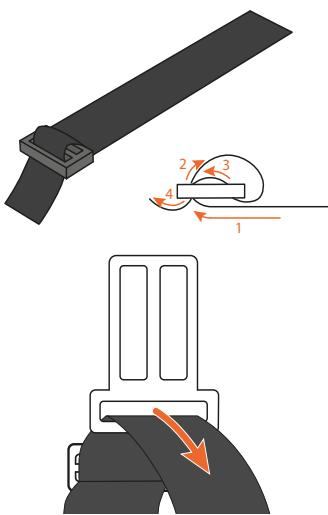

Abbildung 9 - Zusammenbau von Gurt und Schnallen
- 10.** Nehmen Sie nun das 50 cm lange Band und führen Sie es wie gezeigt durch die Schnalle. Führen Sie dann den Gurt von hinten durch die Schnalle mit den drei Öffnungen, wie in Abbildung 9 dargestellt.